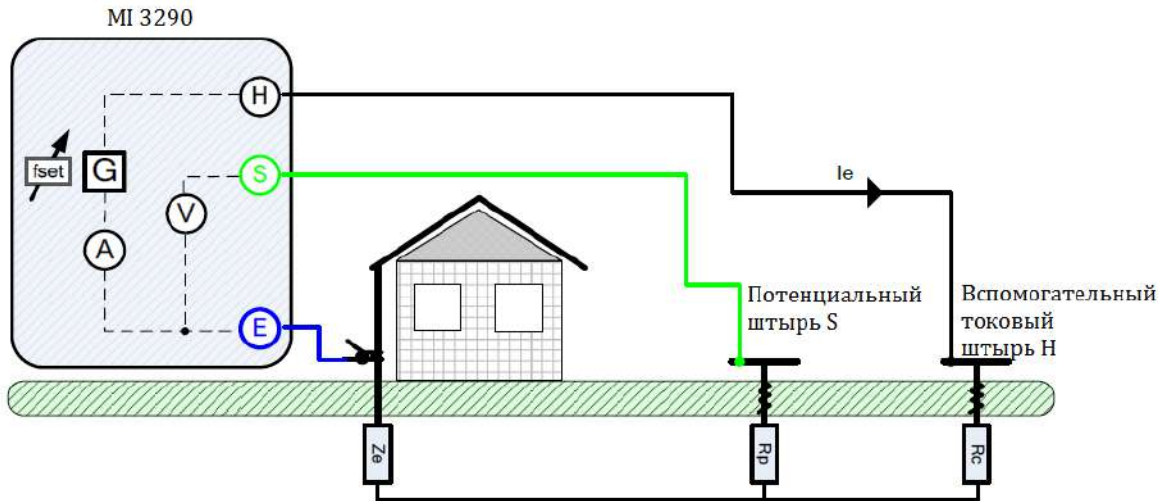

Рисунок 11.6: Пример 3-проводного измерения
- Соберите схему согласно рис. 11.6